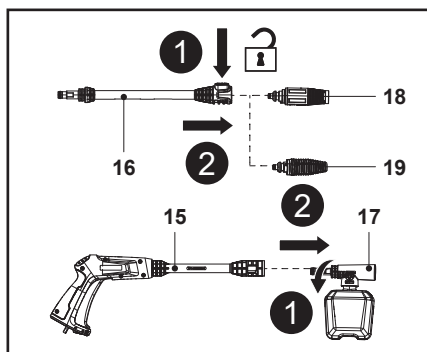

Fig. 13
1. Deconectează duza (18 / 19) de la extensia de lance (16) sau deconectează duza pentru recipientul cu detergent (17) de la pistolul pulverizator (15) (Fig. 13).